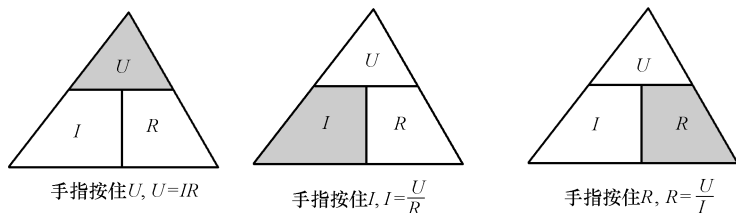

图 4-26 记忆方法示意图
2) 公式记忆方法。上述公式说明了电压、电阻、电流三者之间的关系, 记忆这一公式有一种好方法, 如图 4-26 所示, 将  $U$ 、 $I$  和  $R$  分布成三角形, 求其中一个量时用手指按住它, 如按住  $U$ , 得到  $IR$ 。